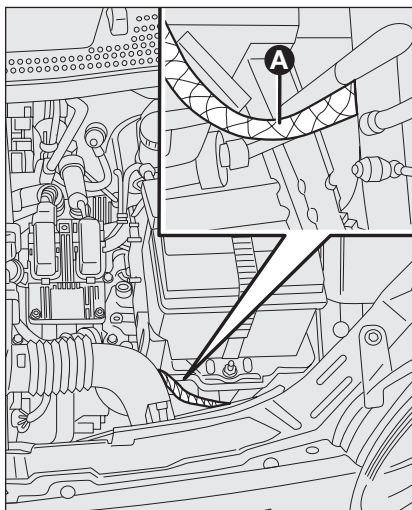

fig. 1a - Duratec versions
- ☐ Avec un second câble, connectez la borne négative (–) de la batterie auxiliaire au point de terre **A** de la voiture à démarrer (indiquée sur la **fig. 1a-1b**);